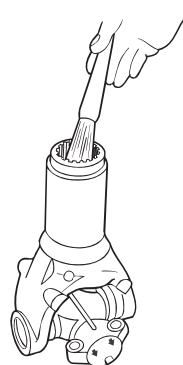

Figura 4.19
3. Use un cepillo para distribuir lubricante por las estrías. Figura 4.19.